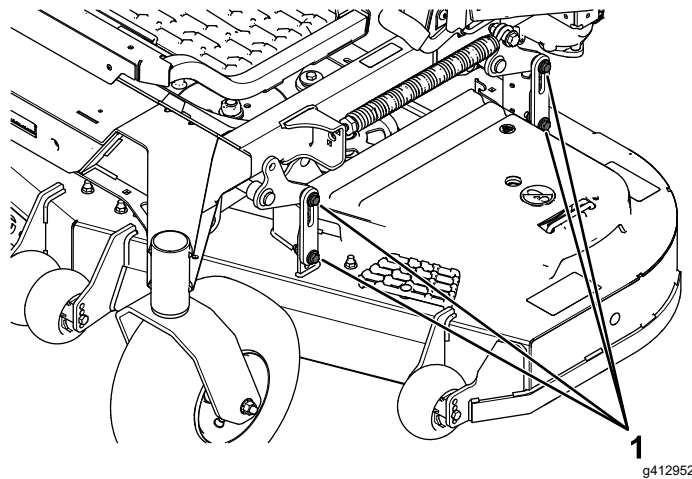

Figura 94
16. Afloje las contratueras (Figura 94) en las 4 esquinas y asegúrese de que la carcasa de corte queda bien asentada sobre los 4 bloques.